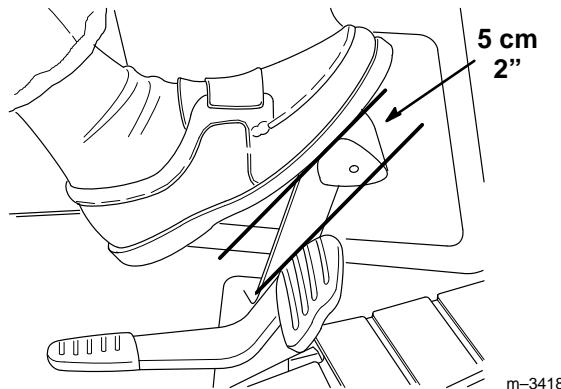

Abbildung 40
- Das Bremspedal herunterdrücken. Es sollte ein Spiel von 51 mm (2") vorhanden sein (Abb. 40), bevor die Bremse zu greifen beginnt.